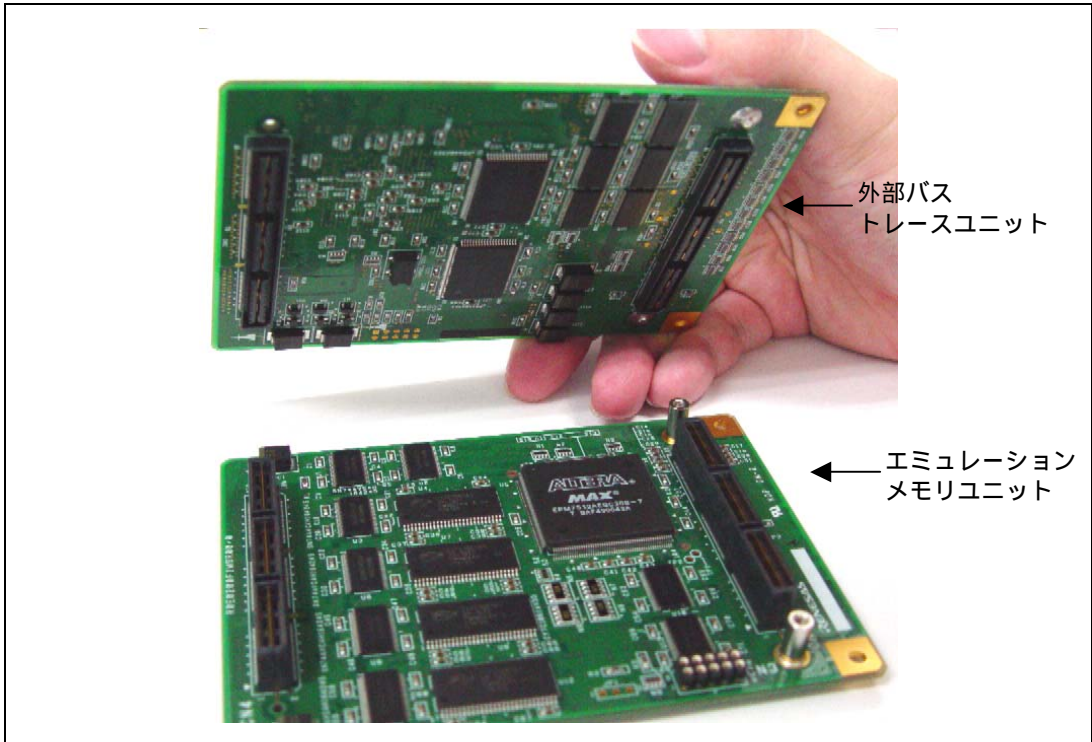

図 2.13 外部バストレースユニットとエミュレーションメモリユニットの接続方法
- 外部バストレースユニットとエミュレーションメモリユニットを組み合わせるご使用になる場合は、図2.13のように外部バストレースユニットとエミュレーションメモリユニットを接続してください。